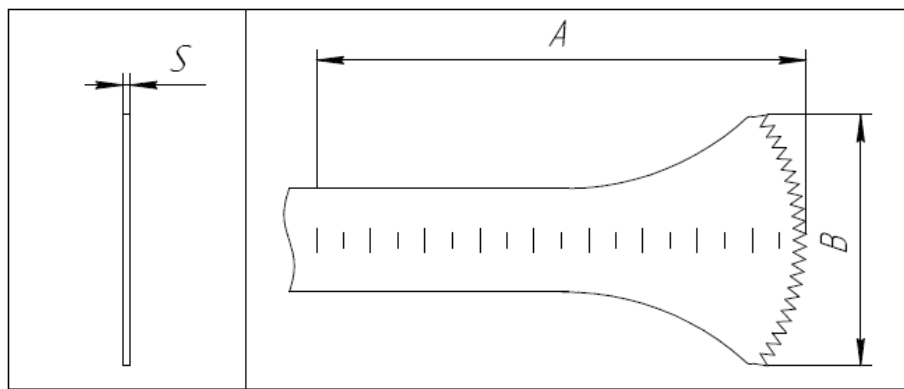

Рис. 2. Вид формы U
(1) - указывает на вид формы лезвия U, V, D, G, F (см. Рис. 2 – 6);